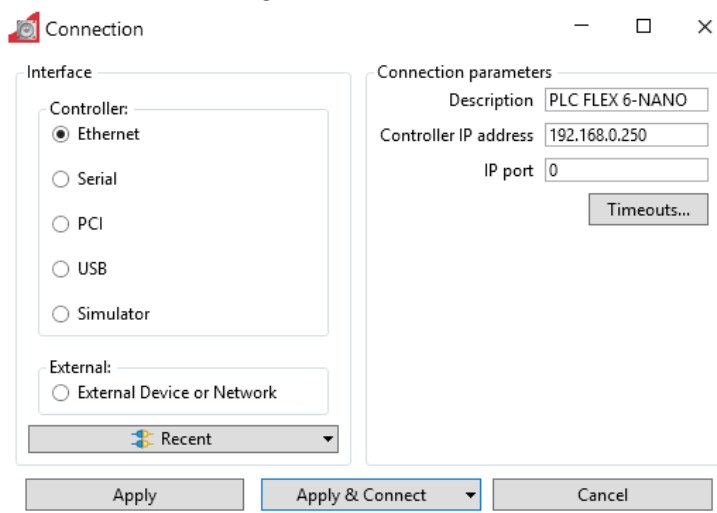

Imagen 3: Configuración Conexión PLC en Motion Perfect
3. Es posible aumentar la velocidad y aceleración del motor en los programas del PLC. Conectando **MOTION PERFECT** al PLC como se muestra en la *Imagen 3*.